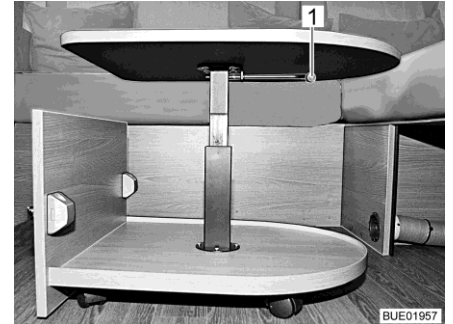

Fig. 128 Table de salon, sortie
- Tourner le levier de verrouillage (Fig. 128,1) de 90° vers le bas.